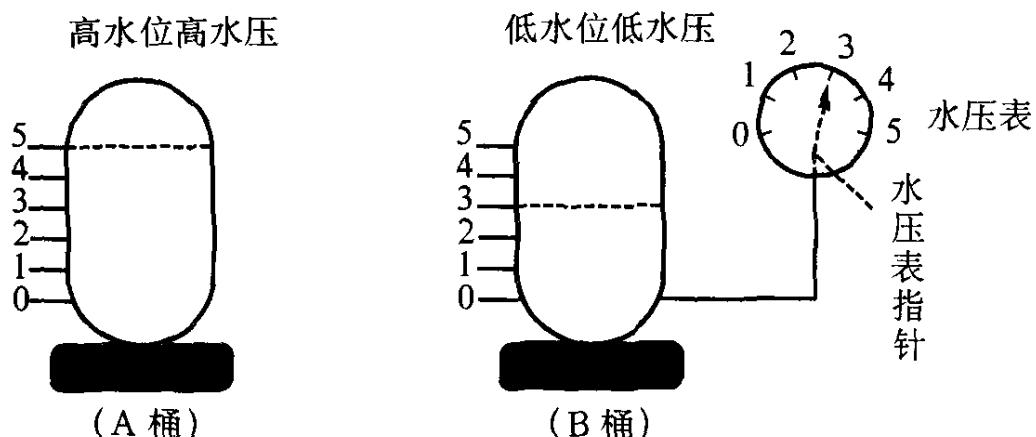

图 1-2
(1) 水压：即水的压力。以物理作用来说，水是有密度的。比方说：我们准备两个水槽或水桶，左边的称为A桶，右边的称为B桶，接着我们在A桶与B桶各作一个相同的刻度，代表水在桶内的位置，简称“水位”，如图1-2所示。
从图1-2来看，A桶水的位置在第“5”的刻度，也就是它的水位，而B桶水的位置是在第“3”的刻度，水位比较低。A水桶水位高而B水桶水位低， $5-3=2$ ，这就是水位差。在高水位，因密度关系，所以水的压力比较高。而在低水位，则水压比较低。因此水位差即水压差。水位如果越高，代表水压也高，以此缘故，高水压的A桶可以将水送到较远的水龙头处。所以一般工厂或大楼把水塔架得很高或水箱架于楼顶的最主要的原因，就是为了升高水压。
要想知道我们使用的水管或水塔里面有多大压力，可以在水管、水槽、水塔接一支小水管，然后组装一组“水压表”，那就随时可知道还有多少水压或水位。如图1-2中B桶所示。